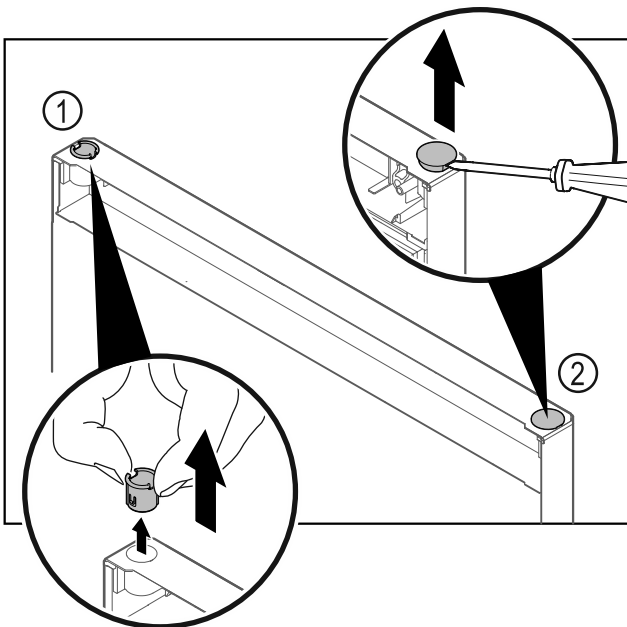

Fig. 22
- Retirer la bague Fig. 22 (1) avec les doigts.
- Soulever délicatement le bouchon Fig. 22 (2) avec un tournevis plat et le retirer.